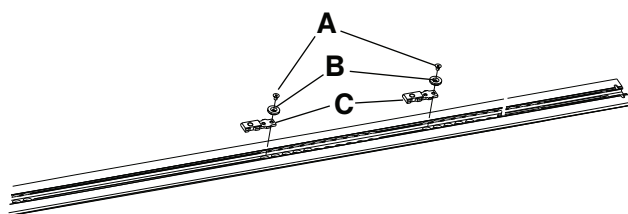

Figura 1 – Fixați guseul de atașare al plăcii de podea
2. Pentru trusa cu mâner și guseu (6390-041-000), folosind o cheie hexagonală de 5/32", instalați un șurub cu cap plat (0001-194-000) (A) pe guseul de atașare a sistemului de ancorare secundar (6390-001-110) (B) pentru a fixa guseul de atașare al plăcii de podea (6390-101-108) (C) (Figura 1).